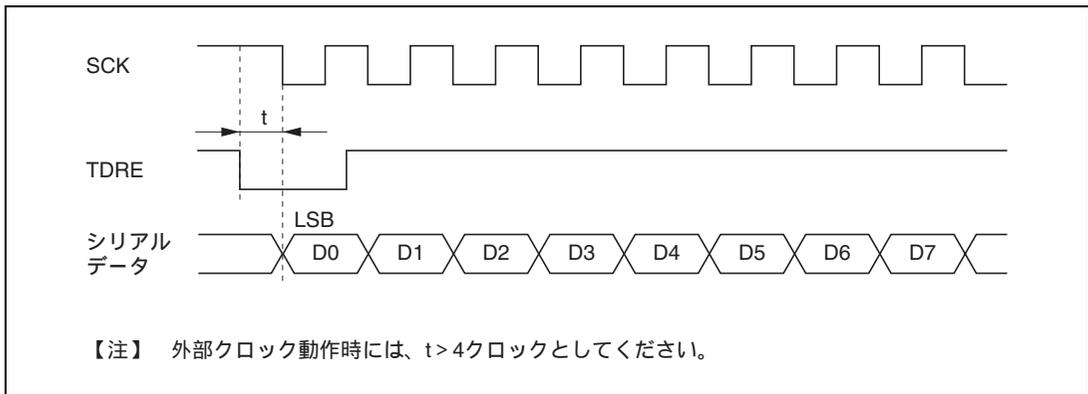

図 16.24 DTC*によるクロック同期式送信時の例
(7) DMAC*またはDTC*使用上の制約事項
- (a) 同期クロックに外部クロックソースを使用する場合、DMAC*またはDTC*によるTDRの更新後、クロックで5クロック以上経過した後に、送信クロックを入力してください。TDRの更新後4クロック以内に送信クロックを入力すると、誤動作することがあります(図16.24)。